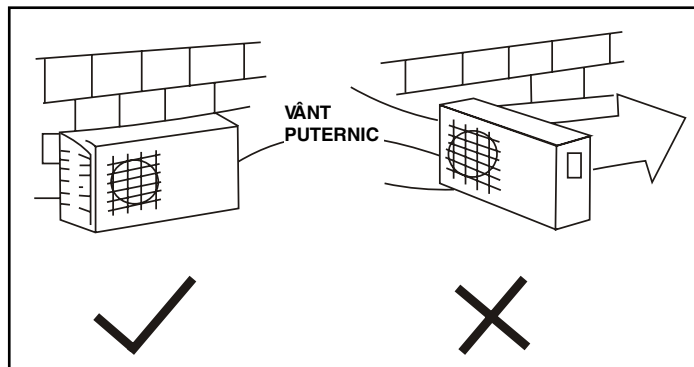

fig.9
3. În cazul în care punctul de instalare e expus la vânturi puternice (așa cum se poate întâmpla, de ex., la țărmul mării), verificați ca ventilatorul să funcționeze corect, poziționând unitatea de-a lungul peretelui sau protejând-o cu ecrane adecvate (fig. 9). În orice caz, asigurați-vă că vânturile puternice nu pot împiedica rotirea ventilatorului